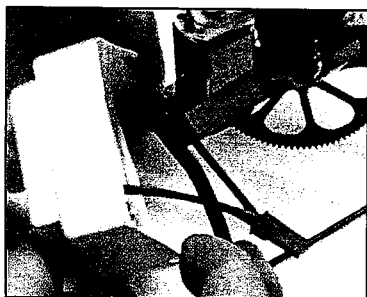

Fig. 3
3. Fixez la boîte de la batterie sur le châssis en perçant un trou de chaque côté afin d'y glisser la barre transversale. Découpez aussi 2 gorges dans la partie inférieure de la boîte pour laisser passer les patins (Fig. 3).